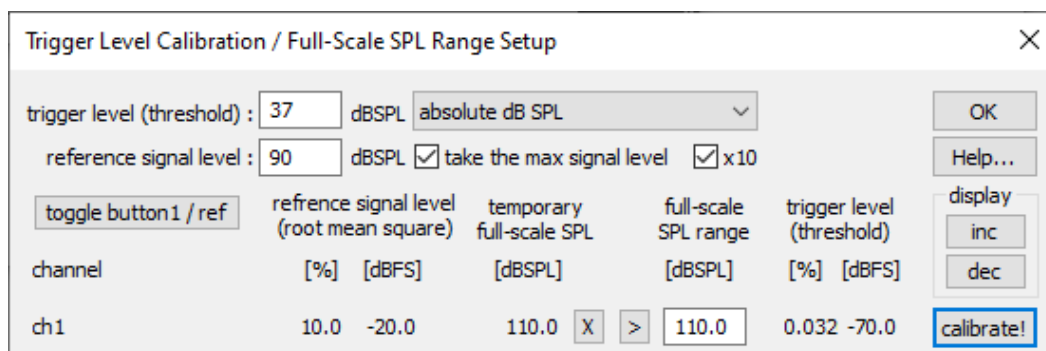

Abbildung 4: Trigger level Calibration Dialog der Software RECORDER
3. Öffnen Sie den Trigger Level Calibration Dialog der Software RECORDER (siehe Abbildung 4) (Monitoring -> Trigger level calibration).